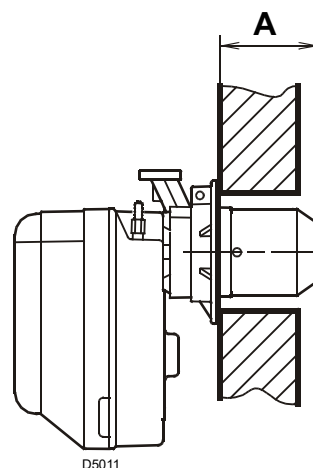

Abb. 9
Der Brenner kann mit dem veränderlichen Maß (A) befestigt werden, wie aus Abb. 9 ersichtlich.